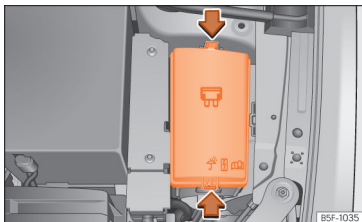

Fig. 203 În compartimentul motor: capacul cutiei de siguranțe.
- Apăsați clemele de blocare pentru deblocarea capacului cutiei de siguranțe » » » **fig. 203.**